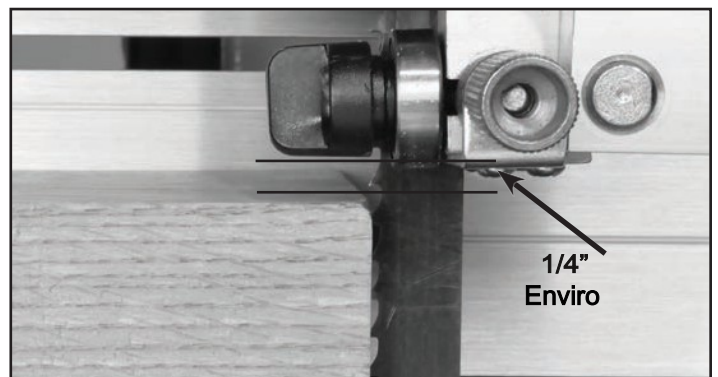

FIGURE 28
**REMARQUE:** Avant de découper, fixer les paliers de guidage supérieur d'environ 1/4" au-dessus de la surface supérieure de la pièce de travail. Cela vous donnera le meilleur contrôle de la lame. Fig. 28.